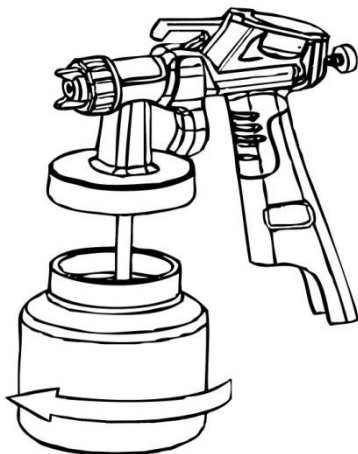

Рис. 3
- Крепко прикрутите бачок с краской допустимой вязкостью на корпус краскораспылителя (См. Рис.3).